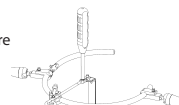

Figura 15
- Per regolare l'inclinazione delle **lame del divaricatore**, utilizzare la **chiave esagonale** (AL-0106) per allentare il meccanismo girevole sul **portalama** e modificare la posizione della **lama del divaricatore** con le mani. Per fissare la **lama del divaricatore**, stringere il meccanismo girevole con la **chiave esagonale** (Figura 15).